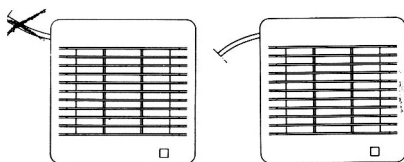

Fig.3
Le câble électrique peut être introduit dans l'EDM soit par le passe-câble à l'arrière de l'appareil (7), soit par le passe-câble latéral (2); dans ce cas, le câble doit entrer dans l'EDM comme indiqué fig.3.